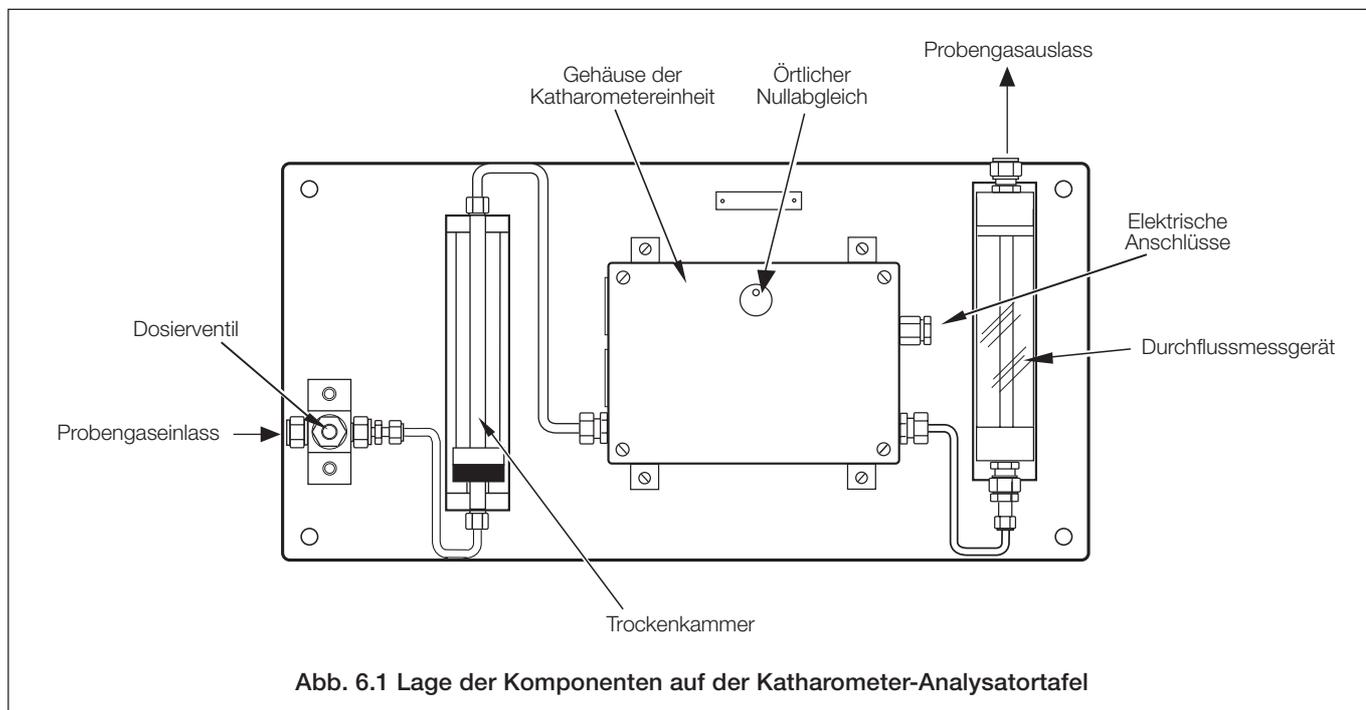

Abb. 6.1 Lage der Komponenten auf der Katharometer-Analysator Tafel
6.1 Füllen der Trockenkammer in der Katharometer-Analysator Tafel – Abb. 6.1